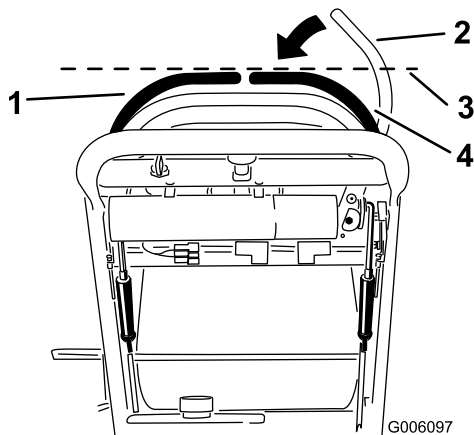

Figure 42
3. Abaissez le levier de commande de déplacement droit pour quitter la position de verrouillage au point mort (Figure 42).
4. Vérifiez s'il s'aligne horizontalement avec le levier de commande de déplacement gauche (Figure 42).